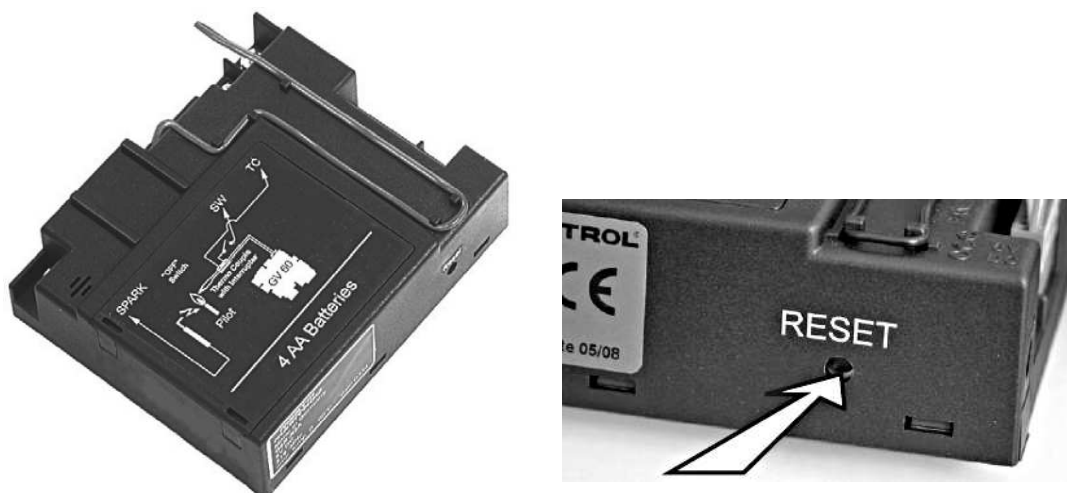

Figura 3: Botón “RESET” del Receptor
- Pulse el botón “**RESET**” del receptor y manténgalo pulsado hasta la emisión de 2 señales sonoras. Ver figura 3. Suelte el botón “**RESET**” después de oír la segunda señal sonora (ligeramente más larga).